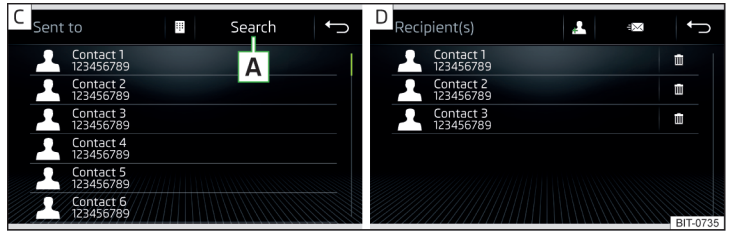

Fig. 207 Liste des contacts/Liste des destinataires
- Sélectionnez le destinataire du message dans la liste de contacts affichée ou saisissez le numéro de téléphone en appuyant sur la touche de fonction [C] » fig. 207 - [C].
- la touche de fonction [X] » fig. 207, le message est envoyé [D] -
Après ouverture de la liste des contacts, les fonctions suivantes peuvent être exécutées » fig. 207 - [C].
Après sélection du numéro de contact ou saisie du numéro de téléphone, la liste des destinataires est affichée sur l'écran de l'appareil » fig. 207 - [D].
En appuyant sur l'une des touches de fonction, les fonctions suivantes peuvent être exécutées » fig. 207 - [D].
- [P] Affichage de la liste de contacts avec la possibilité d'ajouter/de retirer des destinataires du message (pour revenir à la liste des destinataires » fig. 207 - [D] appuyez sur la touche ↩)